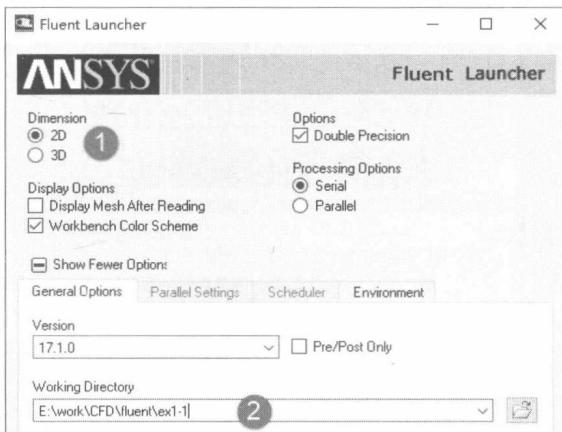

图 1-2 启动面板
- ❖ 设置 Working Directory 为当前工作路径，如图 1-2 所示。